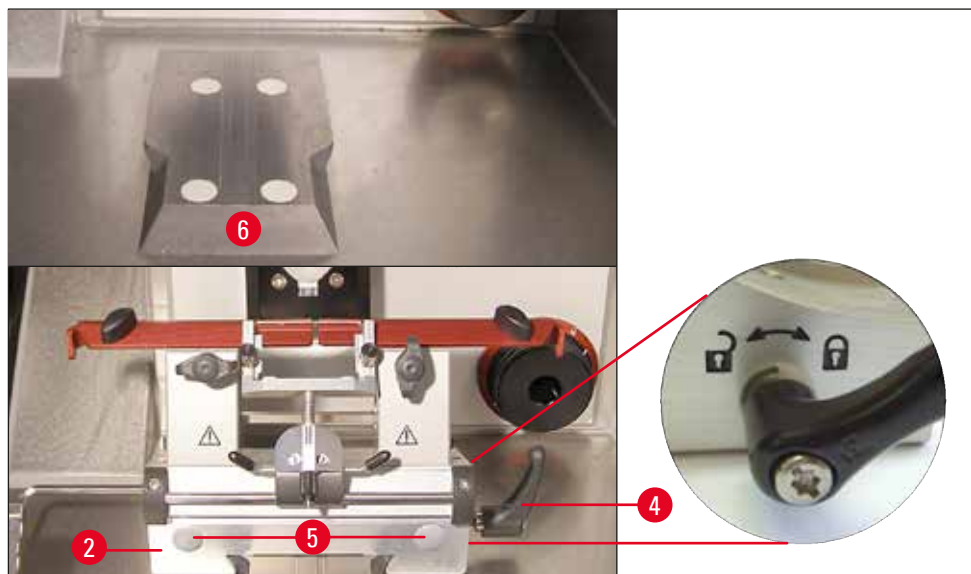

Fig. 25
- Skyv kniv-/bladholdersokkelen (→ Fig. 25-2) på svalehaleføringen (→ Fig. 25-6) fra fronten og stram den med klemmespaken (→ Fig. 25-4). Skyv klemhåndtaket med klokken (mot symbolet av en lukket lås) på høyre side av kniv-/bladholdersokkelen (se detalj på (→ Fig. 25)). For å flytte sokkelen åpner du klemhåndtaket bare litt for å forhindre at sokkelen utilsiktet glir i retning av prøvehodet! Skyv klemhåndtaket mot klokken (mot symbolet av en åpen lås) på høyre side av kniv-/bladholdersokkelen (se detalj på (→ Fig. 25)).